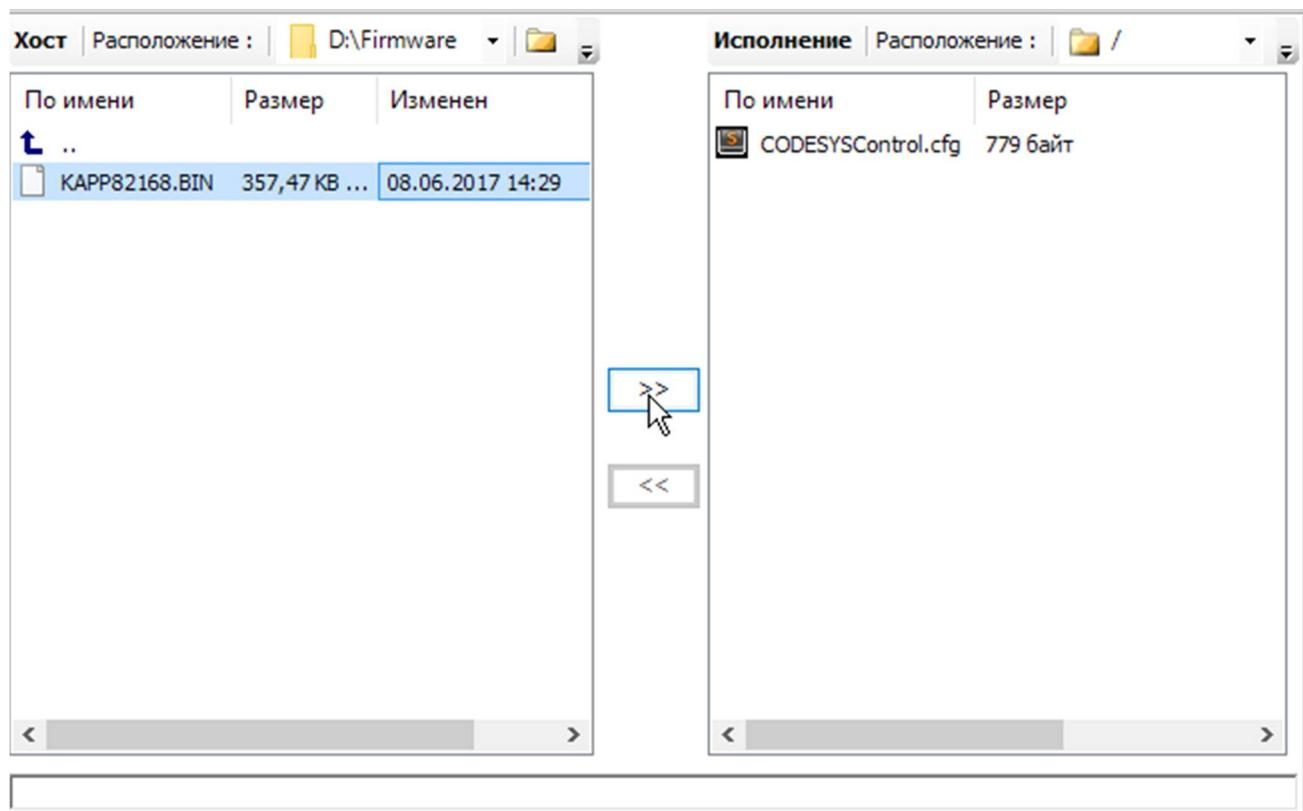

Рисунок 52 – Загрузка файла прошивки через среду CODESYS
- подключиться к контроллеру при помощи среды CODESYS и скопировать файл через файловый менеджер CODESYS (рисунок 52) в корневой каталог.